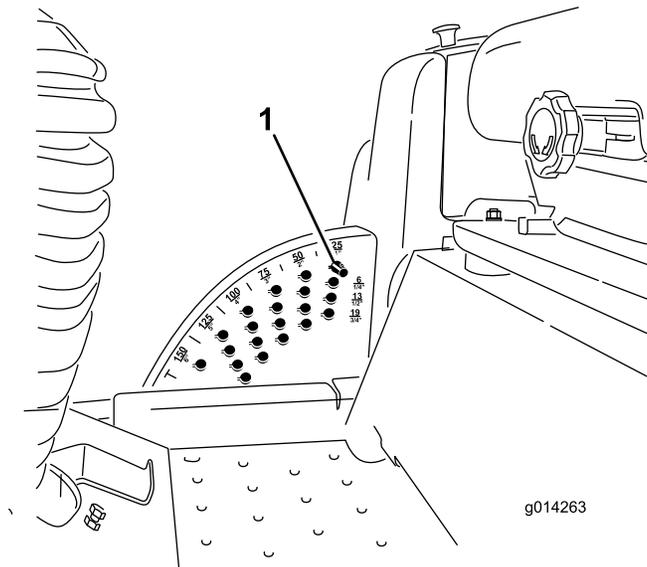

Bild 6
1. Ziehen Sie den Mähwerkhubhebel bei laufendem Motor zurück, bis das Mähwerk ganz angehoben ist, und lassen Sie den **Hebel sofort los** (Bild 6).
2. Drehen Sie zum Einstellen den Anschlagstift so lange, bis die Linien am Spannstift mit den Schlitzen in den Löchern in der Schnitthöhenhalterung ausgerichtet sind. Nehmen Sie ihn dann ab (Bild 6).
3. Wählen Sie ein Loch in der Schnitthöhenhalterung, das der gewünschten Schnitthöhe entspricht, stecken Sie den Stift ein und drehen Sie ihn ein, um ihn zu arretieren (Bild 6).
Hinweis: Es gibt vier Reihen der Lochpositionen (Bild 6). Die oberste Reihe ergibt die Schnitthöhe, die über dem Stift steht. Die zweite Reihe ergibt die Schnitthöhe plus 6 mm. Die dritte Reihe ergibt die Schnitthöhe plus 12 mm. Die unterste Reihe ergibt die Schnitthöhe plus 18 mm. Für die Stellung von 15,8 cm gibt es nur ein Loch, das in der zweiten Reihe ist. Mit diesem Loch werden nicht 6 mm den 15,8 cm hinzugefügt.